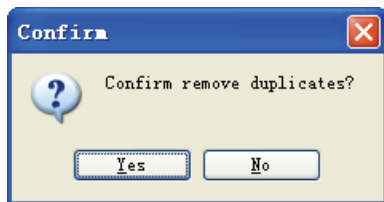

图 4-13 删除重复元件询问框
(3) 删除重复元件命令【Remove Duplicates...】用来删除当前库文件中重复的元件，执行该命令后出现删除重复元件询问框，如图 4-13 所示，单击 按钮确定删除。